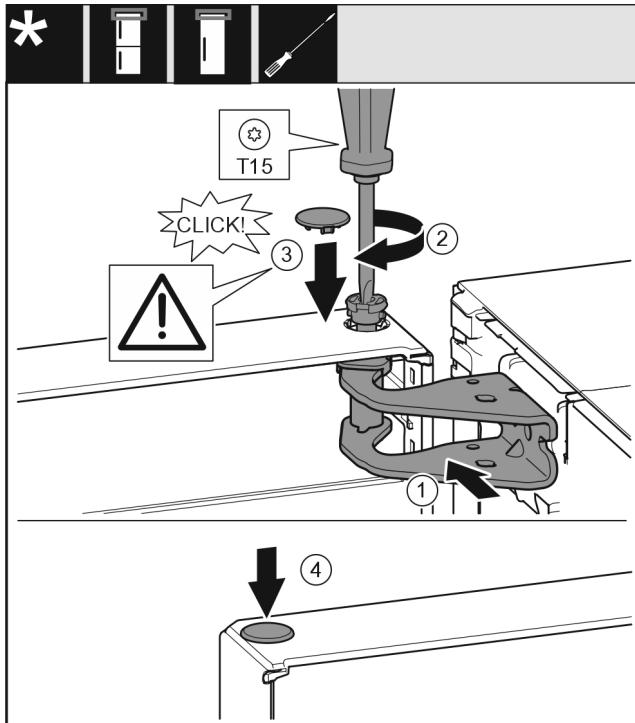

Fig. 17
- ▶ Выровняйте дверь вверху по отверстию в опорном кронштейне. *Fig. 17 (1)*
- ▶ Вставьте палец и затяните отверткой T15. *Fig. 17 (2)*
- ▶ Установите предохранительную крышку для защиты двери: Вставьте предохранительную крышку и проверьте, прилегает ли она к двери. В ином случае вставьте палец полностью. *Fig. 17 (3)*
- ▶ Вставьте заглушку. *Fig. 17 (4)*